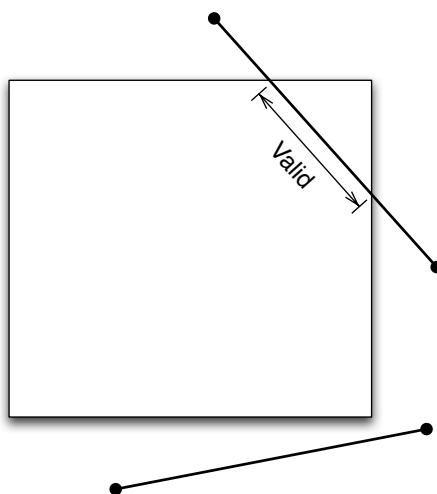

図 7.1 Line のサンプリング指定で無効なケース
- Line グループで指定された線分は、必要なら計算対象領域内にクリッピングしてから、線分上の両端を含む分割点をモニタ点に定めます。線分が完全に計算対象領域外にある場合には、エラーメッセージを出力してソルバーの実行を停止します。このようなケースは図 7.1 に示すような場合が想定されます。